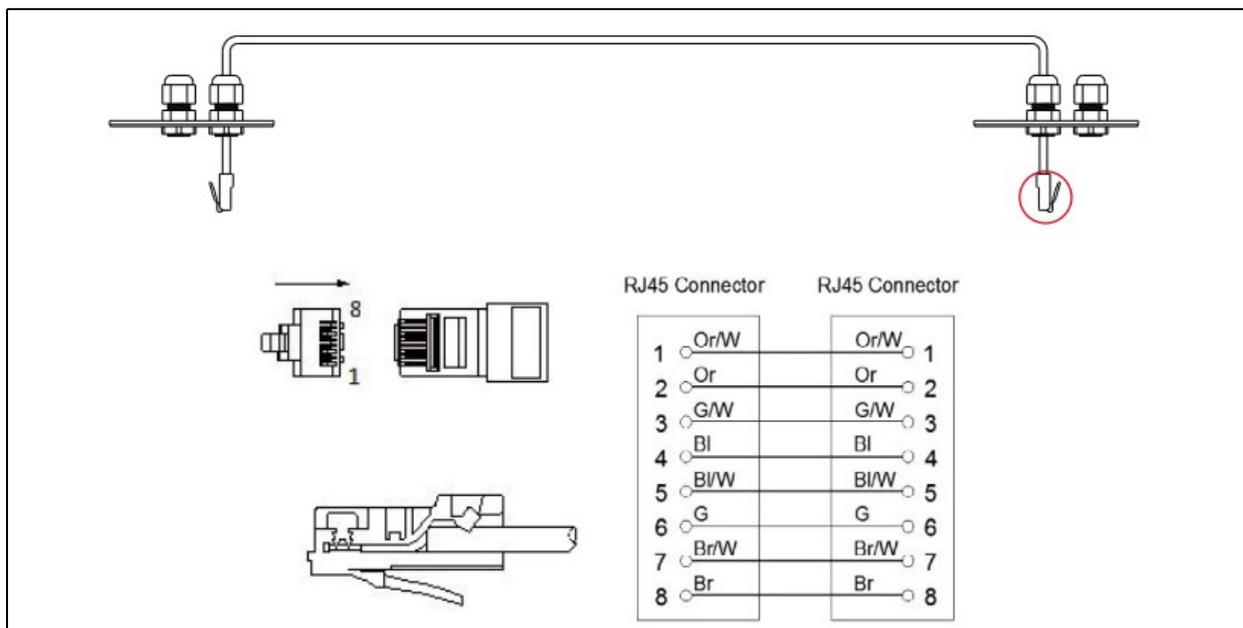

Fig. 20 (Preparazione cavi di comunicazione BAT)
1. I cavi di comunicazione sono già cablati, ma se necessario tagliare una estremità e crimpare un nuovo connettore RJ45 come da figura (fig.20).